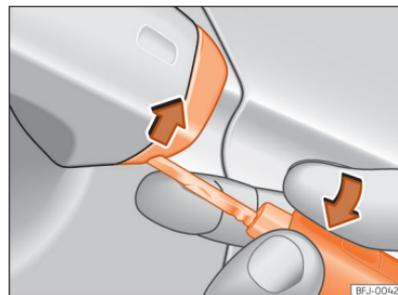

Fig. 54 Manípulo da porta do condutor: soltar a tampa fazendo alavanca.
- Introduza o palhetão na abertura inferior da tampa do manípulo da porta do condutor e retire a tampa de baixo para cima »» Fig. 54.